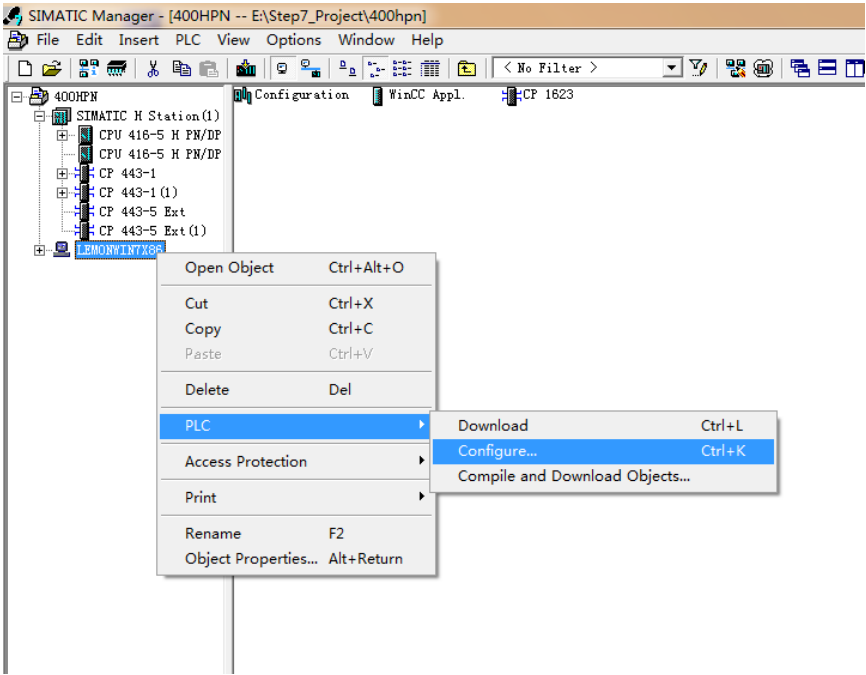

图 14
(F) 在 WinCC OS 站的右键菜单中选择 PLC-Configure，远程配置 OS 站 的 SCE(Station Configuration Editor)，如图 14 所示。